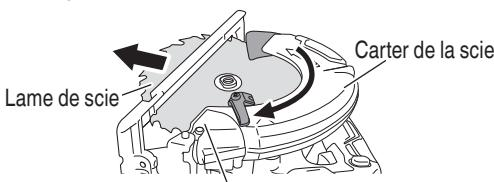

Fig. 14
- (2) Appuyer sur le levier de verrouillage, verrouiller l'arbre, et retirer le boulon à bride hexagonal et la rondelle (B) à l'aide de la clé hexagonale 5 mm.
(3) Tout en tenant le levier de la garde inférieure pour maintenir la garde inférieure complètement rentrée dans le carter de la scie, retirer la lame de scie (Fig. 14).